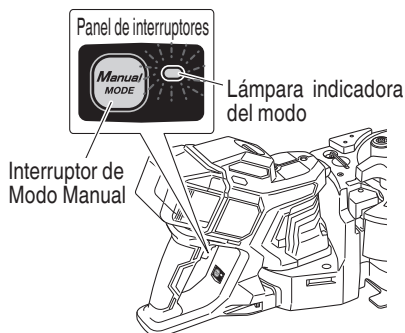

Fig. 21
3. Acerca de la señal de advertencia (Fig. 21, Tabla 5) Este producto tiene una función para proteger la herramienta y sus controles.